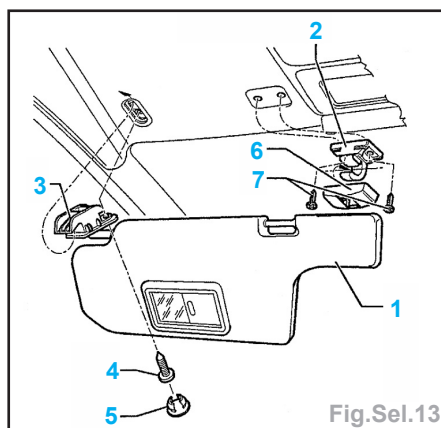

Fig.Sel.13
- le pare-soleil (1) de sa fixation (2) (Fig.Sel.13).